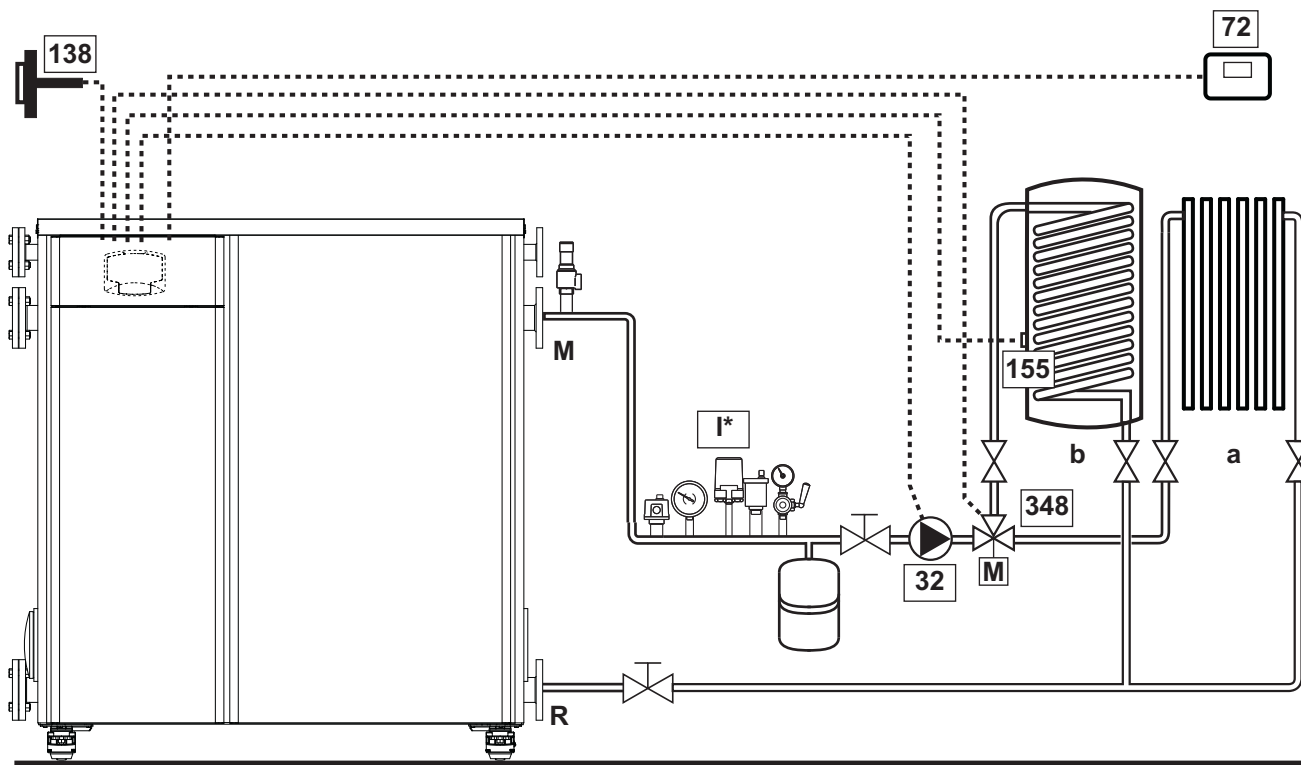
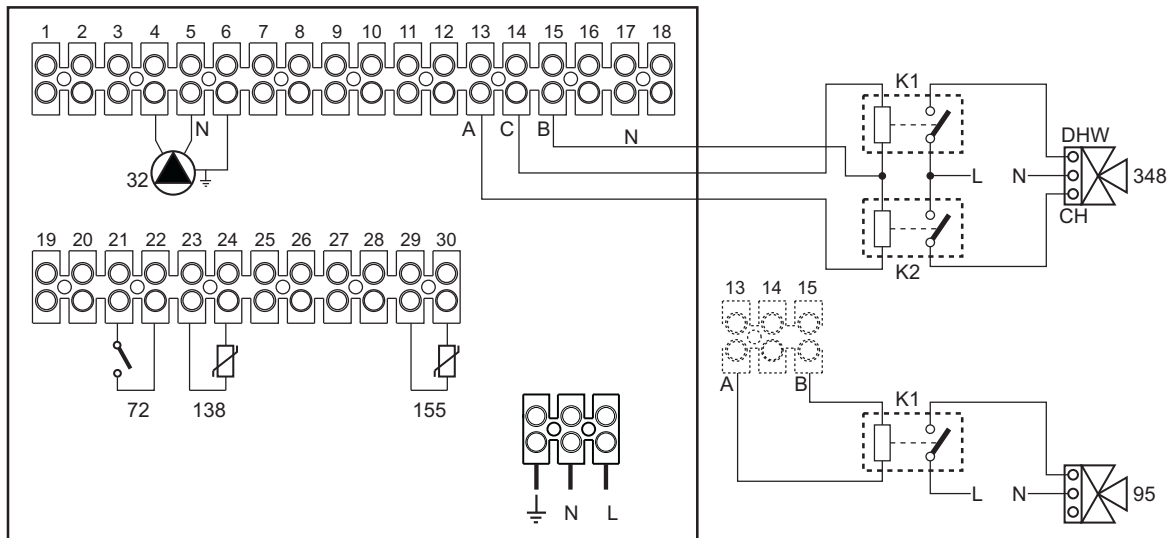

рис. 47
рис. 48
**Спецификация (рис. 47 и рис. 48)**
**Во избежание повреждений платы рекомендуется использовать внешние реле для управления 3-ходовым клапаном, как показано на рис. 48.**